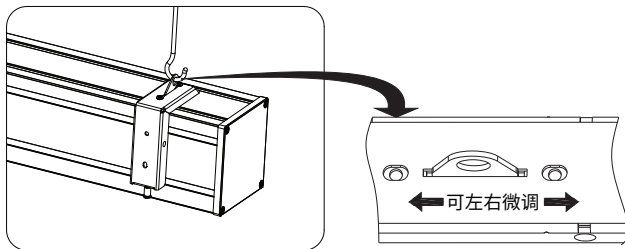

图18
4. 将银幕挂在螺旋挂钩后, 然后再检查挂钩的安全性, 必要时采取合理的方式确保银幕在任何情况下都不会从挂钩上意外滑落。(如图18)